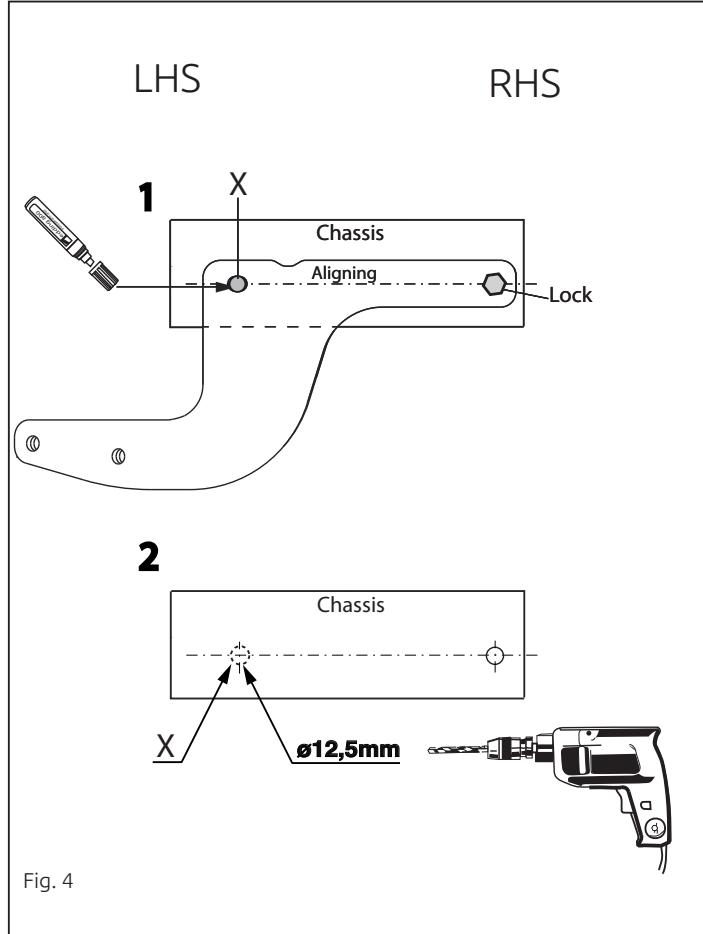

Fig. 4
4. **Внимание! При необходимости:** Просверлить отверстия X Ø12,5мм в шасси. См. рисунок 4.